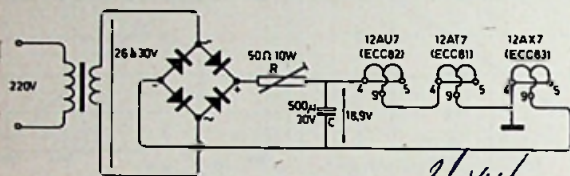

Fig. 26
3. Voor het verkrijgen van de grootste bromvrijheid is het nuttig de gloeidraden met gelijkstroom te voeden. Strikt nodig is dit echter niet Fig. 26 geeft een gelijkrichtschakeling voor gloeistroomvoeding. Gebruik wordt gemaakt van een bruggelijkrichter 30 V-450 à 500 mA (Siemens of AEG). Alle gloeidraden worden in serie geschakeld en de weerstand R zo ingesteld dat de spanning over C 18,9 volt bedraagt (belast).
b. Dynamiek: Gemeten met gelijkgerichte gloeistroom (fig. 26), sterkteregelaar maximaal, ingangsniveauregelaar maximaal, niveauschakelaar maximaal.